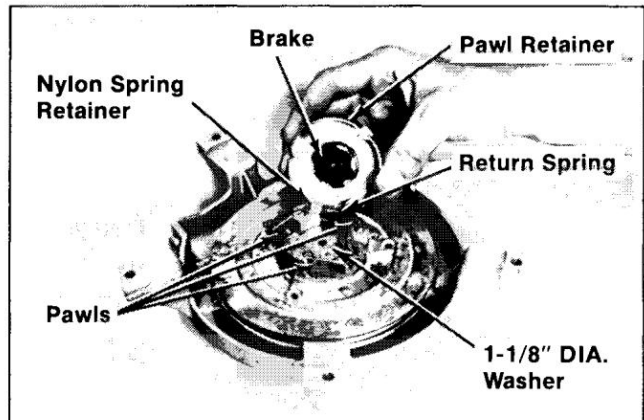

Figure 7-14. Retrait du dispositif de retenue du cliquet, des cliquets et des composants associés.
10. Soulevez délicatement le dispositif de retenue du cliquet de la poulie. Reportez-vous à la Figure 7-14.